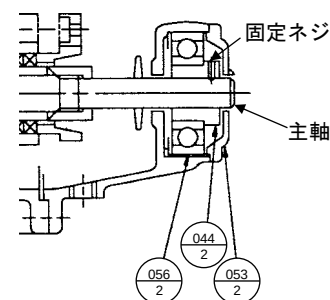

図 14 吐出し側軸受ケーシング詳細（Ⅲ）
- (1) ケーシング内の水を抜きます。
- (2) 軸継手ガードを外し、電動機を取り除き、バランス配管（Ⅰ型・Ⅲ型のみ）、シーリング配管を取り外します。
- (3) 各形式に応じて、軸受ケーシングを外す準備を行います。
- (c) Ⅲ型(バランスディスク・ボールベアリング形)の場合、吐出し側軸受カバー（053-2）を外し、軸受アダプタ（044-2）の主軸への固定ネジを外しておきます。（図 14 参照）